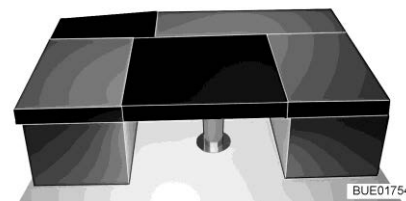

Fig. 160 Dopo la trasformazione
- Collocare il cuscino aggiuntivo rettangolare sul tavolo (tra i cuscini dei sedili dei divani, vedi Fig. 160).